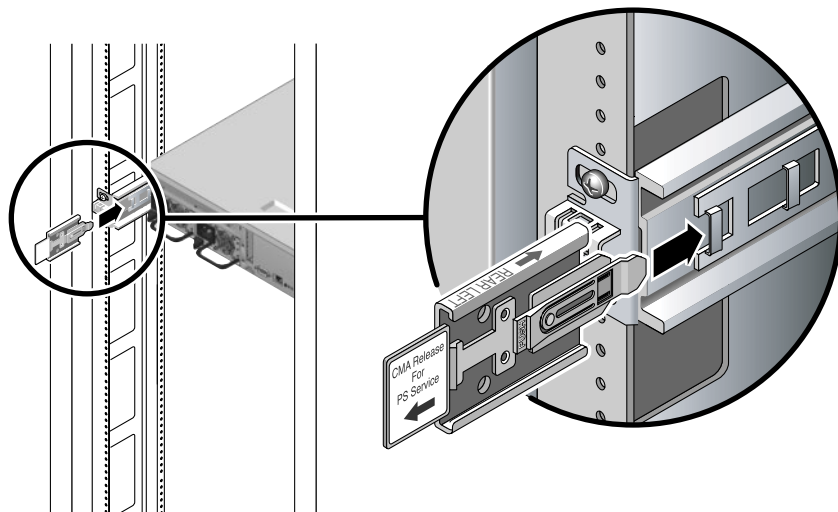

图 2-8 将 CMA 滑轨的扩展部分插入左侧滑轨的后部
1. 在机架的背面，将 CMA 滑轨的扩展部分插入左侧滑轨部件的末端（图 2-8）。位于滑轨扩展部分前部的卡舌将咔嗒一声卡入到位。